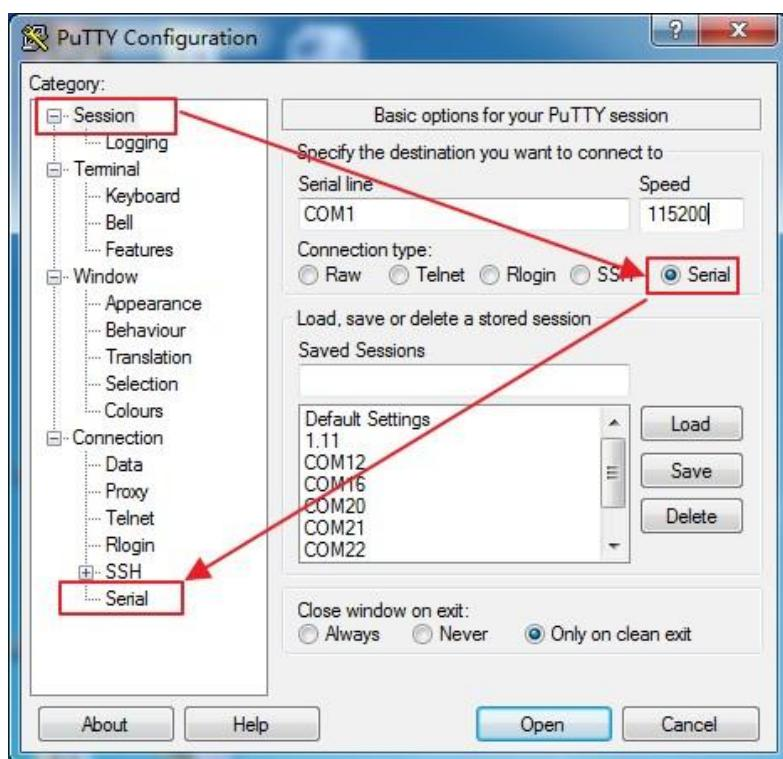

图 2.2 串口设置
2. 解压 putty.zip 到当前文件，并进入解压后的 putty 目录，双击 PUTTY.EXE 可以启动 putty 软件，也可以通过“右键”→“发送到 (N)”→“桌面快捷方式”以方便后续使用；
3. 在 PuTTY Configuration 对话框中先选择“Serial”通信方式，随后设置串口参数，通常为 115200、8data、1Stop、None Parity、None Flow control，Serial Line 根据自己的 COM 口进行设置如图 2.2 所示；